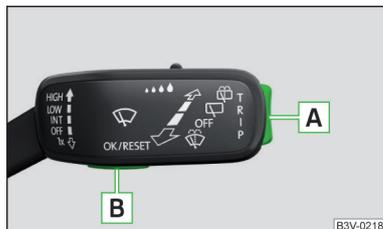
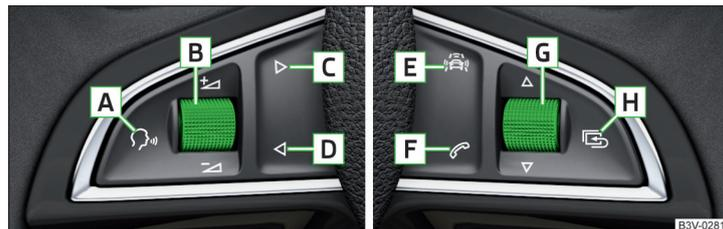

Fig. 32
Fig. 33 Touches / molettes de réglage : sur le volant multi-fonction
➤ Maintenez la touche **A** du levier de commande enfoncée » fig. 32 à la page 49.
➤ Appuyez de façon prolongée sur la molette de réglage **G** a du volant multifonction » fig. 33 à la page 49.
Les menus peuvent être contrôlés à l'aide des touches sur le levier de commande » fig. 32 à la page 49 ou sur le volant multi-fonction » fig. 33 à la page 49.
Faites tourner la molette de réglage  » fig. 33 à la page 49 sur le volant multifonction pour faire afficher le menu **Dern. destin..**
- Tournez la molette de réglage  » fig. 33 à la page 49.